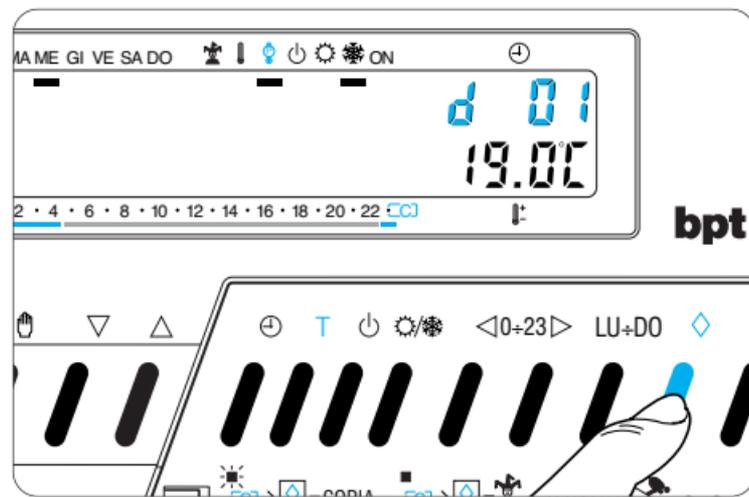

Fig. 53
**13.7** - Premere due volte il pulsante  (fig. 53). Sul display, al posto dell'indicazione dell'ora cor-